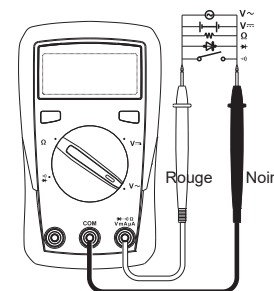

Figure 2
1. AC/DC Mesure de tension (voir figure 2)
2. Mesure de la résistance (voir figure 2)
3. Mesure de continuité (voir figure 2)
4. Mesure de la diode (voir figure 2)